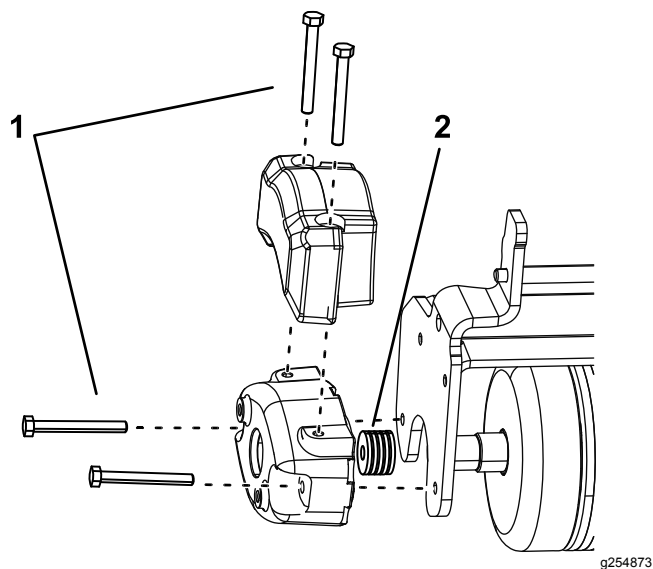

図 5
- 図 5 のようにボルト 5/16-18 x 2 3/4" 2 本を取り付ける。
- 各ボルトにスペーサ 1/8" 4 個を取り付けるカウンタウェイトとトリローラ側との間 図 5。